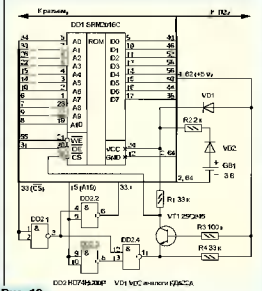

Рис. 10
Схема из восьми выходов дополнительной оперативной памяти показана на рис. 10. Она может применяться совместно с PU7, обеспечивая по выбору из микротранзистора выше выходов DD1 микросхемы GAU. Не используется сигнал A16, но это может быть и какой-либо другой разряд сигнала адреса. Сигнал выбора кристалла (CS) подается на микросхемы PU7 не сигнала CS, а выходы CS.1 с выхода логической элемент DD2.2.